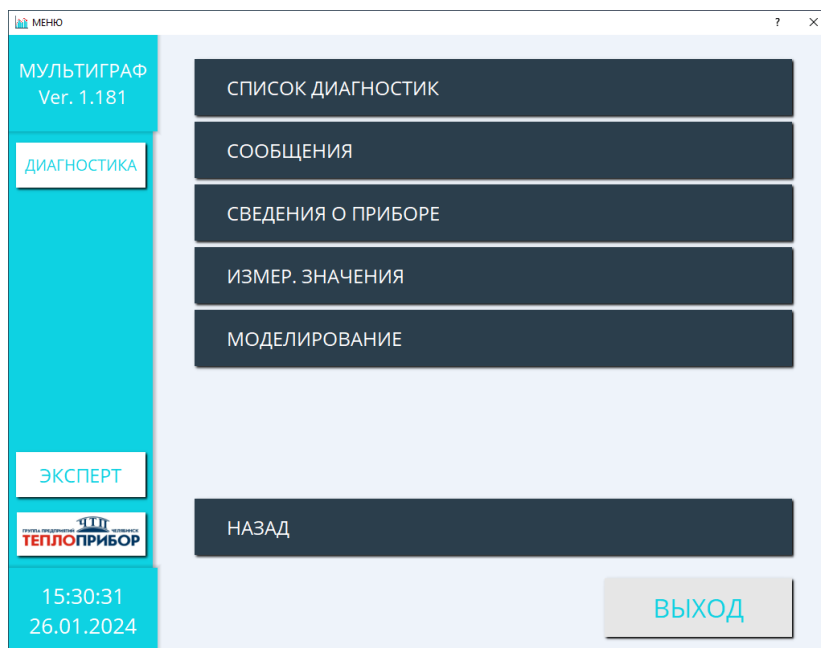

Рисунок 2.60 – Диагностика
2.4.4.3 Подраздел «ДИАГНОСТИКА» необходим для просмотра диагностической и служебной информации, для возможности просмотра всех видов диагностик (рис. 2.60).